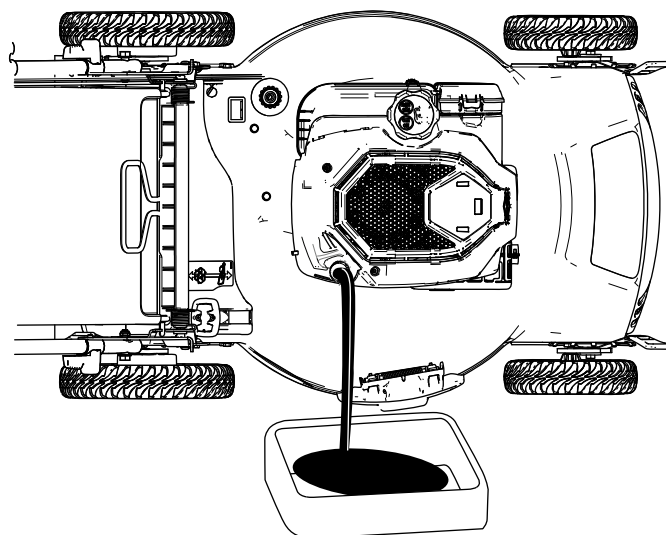
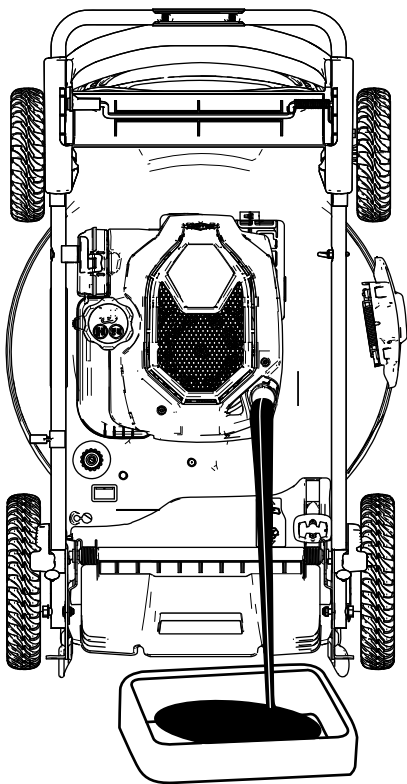

Figure 27
Figure 28
4. Inclinez la machine sur le côté (filtre à air vers le haut) pour vidanger l'huile usagée par le goulot de remplissage (Figure 27) ou placez la machine en position de rangement à la verticale (Figure 28).